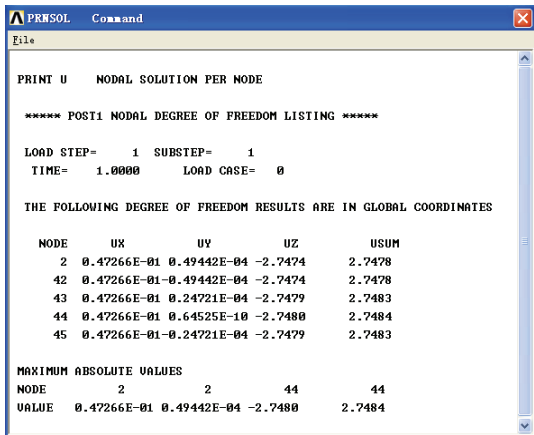

图 6-31 列表显示自由边界上所有节点位移
10) 选择 Main Menu | General Postproc | List Results | Nodal Solution 命令，出现 List Nodal Solution 对话框，在 Item to be listed 列表框中选择 Nodal Solution | DOF Solution | Displacement vector sum，单击 OK 按钮，ANSYS 将显示自由边界上所有节点的位移求解结果，如图 6-31 所示。